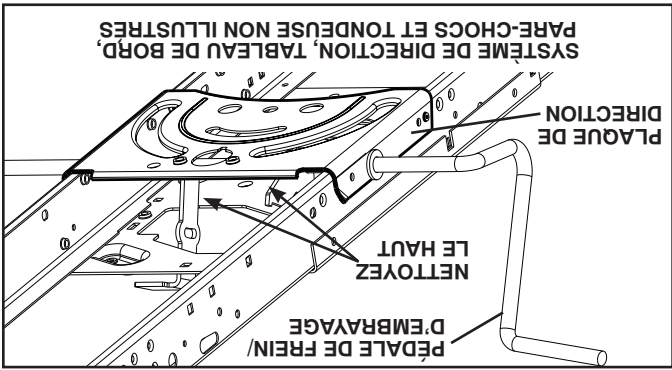

Fig. 25
- Nettoyez toute trace de débris sur la plaque de direction. Les débris peuvent empêcher le mouvement de l'arbre de la pédale de frein/d'embrayage, provoquant le glissement de la courroie avec perte d'entraînement. Voir Fig. 25.